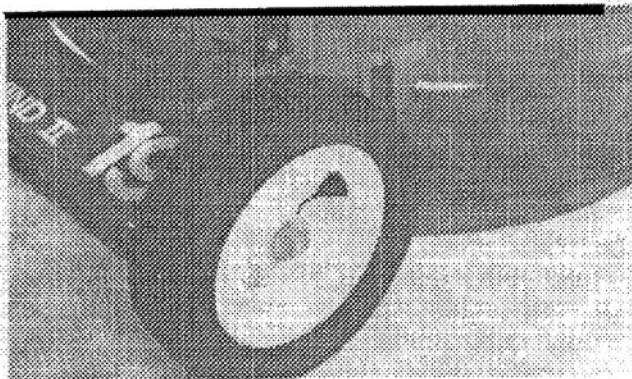

Figure 16
1. Après toutes les 25 heures d'utilisation ou à la fin de la saison de tonte, appliquez 2 ou 3 gouttes d'huile légère sur l'intérieur de tous les boulons de roues (Fig. 16). Faites tourner la roue pour distribuer l'huile dans le coussinet. Essuyez tout excès d'huile.